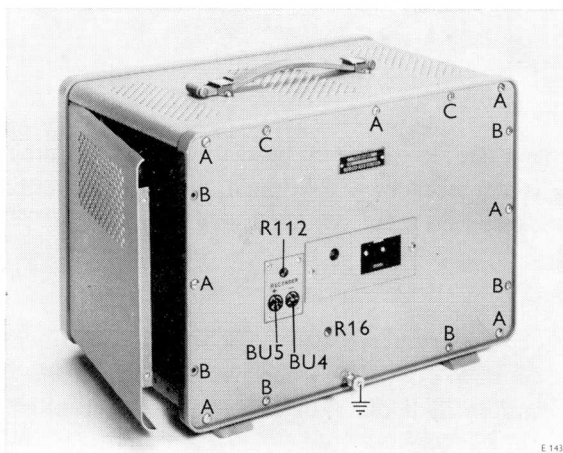

Fig. 7
De achterplaat kan worden afgenomen nadat de 7 schroeven „A” (fig. 7) en de aardklem zijn verwijderd.
- Schuif de plaat iets naar voren en licht deze uit het frame (fig. 7).